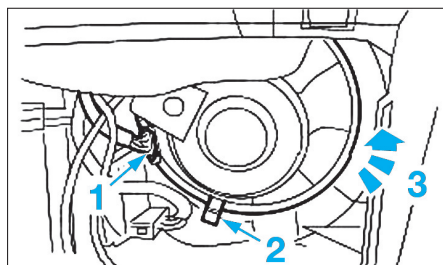

Fig. 64
- Débrancher le connecteur de moteur de soufflerie (1) (Fig.64).